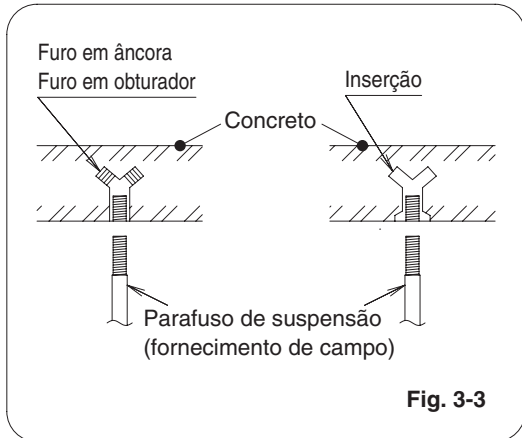

Fig. 3-3
- (2) Aparafuse os parafusos de suspensão, deixando-os protuberantes desde o tecto como mostrado na Fig. 3-3. (Corte o material de tecto, se for necessário.)